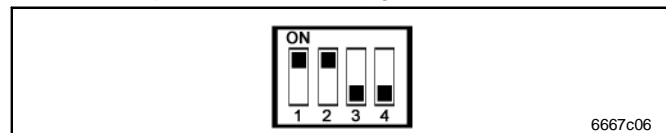

Fig. 29 Interruptor DIP, sistemas Centro-Matic® - disposición de servicio
- ➔ Ahora reajuste SW4 en OFF (fig. 29).